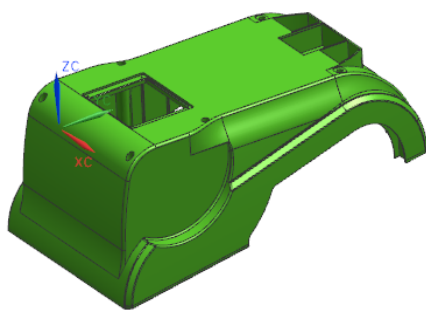

图 9-119 塑件产品
(1) 对如图 9-119 所示的塑件产品进行分型设计，并添加模架和设计浇注系统，源文件路径和文件名为...\\Exercise\\ch9\\exercise_9_3\\exercise_9_3.prt